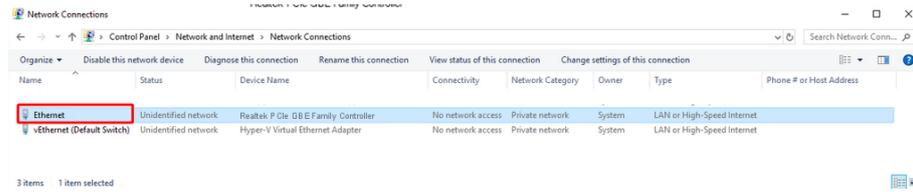

Figura A.4: Seleccionando adaptador
Passo 4 Haga un doble clic en la placa “Ethernet” (Figura A.4).